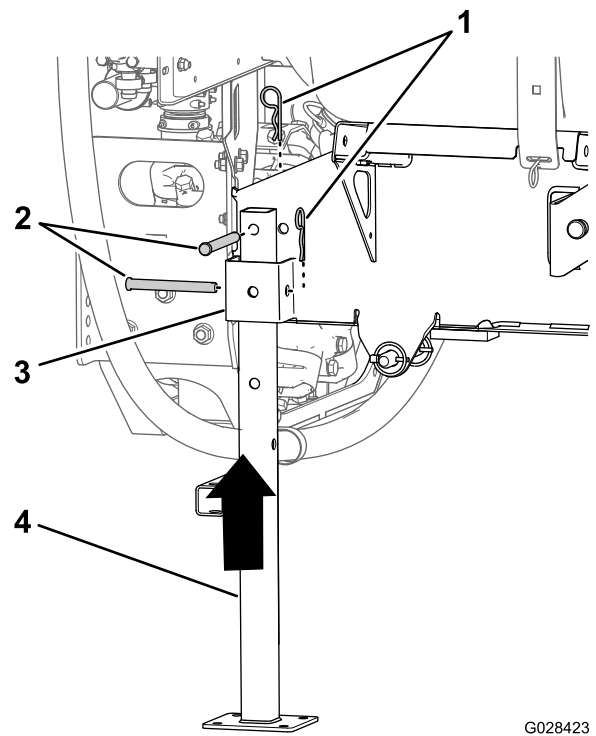

図 131
5. 後用のジャッキスタンドを、後部のジャッキスタンド受けに合わせる 図 131。
6. ジャッキスタンド上部の穴を、タンクスキッドのフレームの穴に合わせる 図 131。
7. ジャッキスタンドをスタンド受けとフレームに固定するクレビスピン $\frac{1}{2} \times 4\frac{1}{2}"$ 2本、ヘアピン $\frac{5}{32} \times 2\frac{5}{8}"$ 2本を使用して 図 131のように取り付ける。